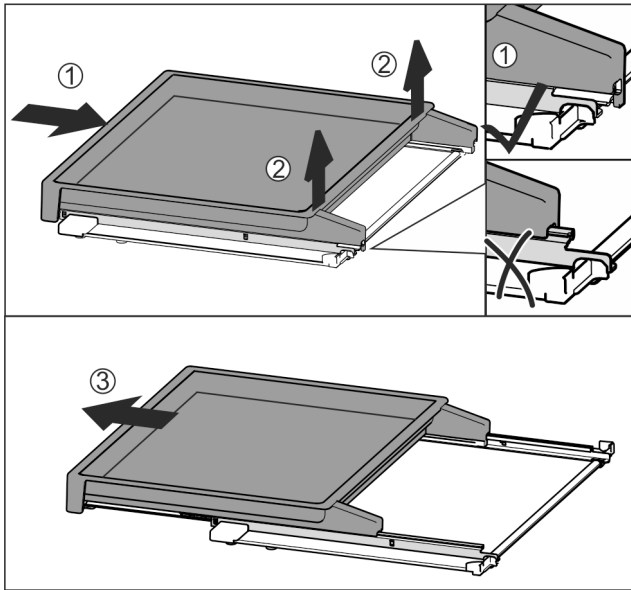

Fig. 112
- ▶ Вкарайте изцяло изтеглящата се дъска Fig. 112 (1).
- ▶ Освободете фиксатора от задната страна Fig. 112 (2).
- ▶ Извадете напред изтеглящата се дъска Fig. 112 (3).